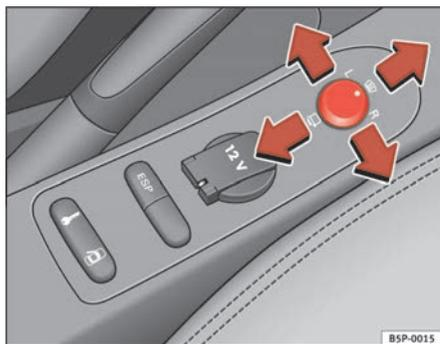

Fig. 90 Commande des rétroviseurs extérieurs
1. Tournez le bouton rotatif ⇒ fig. 90 en position **L (rétroviseur extérieur gauche)**.
- Tournez la commande vers l'avant, en position centrale ⇒ fig. 90 ①, afin que les rétroviseurs thermiques se réchauffent et que la fonction de pare-brise chauffant* au niveau de la zone de contact des balais soit activée ⇒ page 128
- Tournez le bouton rotatif ⇒ fig. 90 en position  pour rabattre les rétroviseurs extérieurs. Pour éviter tout dégât, il est conseillé de toujours rabattre les rétroviseurs extérieurs lorsque vous passez dans une installation de lavage automatique.